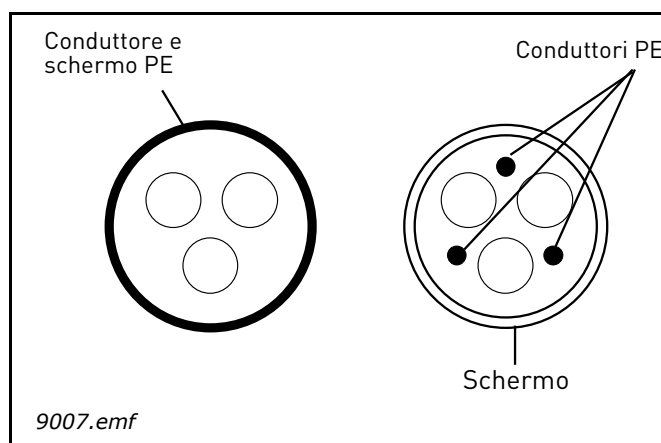

Figura 21.
- 2 = Cavo di alimentazione simmetrico dotato di filo protettivo concentrico e adatto alla specifica tensione di rete. (consigliato un cavo di tipo MCMK o simile). Vedere Figura 21.
- 3 = Cavo di alimentazione simmetrico dotato di schermo compatto a bassa impedenza e adatto alla specifica tensione di rete. [consigliato un cavo di tipo MCCMK, EMCCK o simile; consigliato un cavo con impedenza di trasferimento (1...30MHz) di massimo 100mohm/m]. Vedere Figura 21.